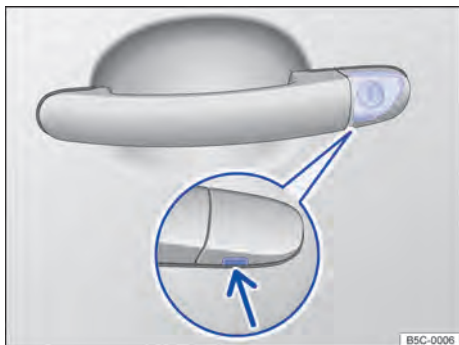

Fig. 208 Maçaneta da porta do condutor: cilindro da fechadura coberto.
- Em veículos com cilindro de fechadura coberto, introduzir a haste da chave na maçaneta da porta do condutor por baixo na abertura da capa de cobertura ⇒ Fig. 208 (seta) e removê-la de baixo para cima. Para isso puxar o maçaneta da porta.